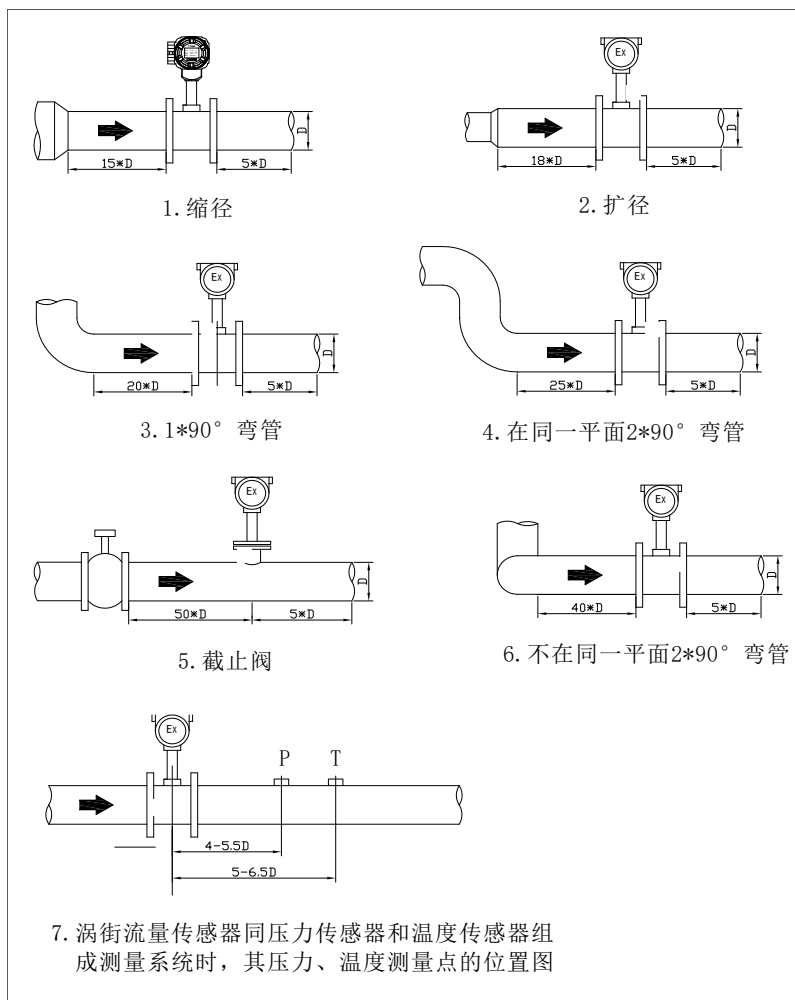

图 3
1. 为了准确测量, 流量计的上、下游必须留有足够的直管段, 上游不应有影响流体流速分布的部件, 图 3 为各种管路情况下流量计前、后直管段要求;